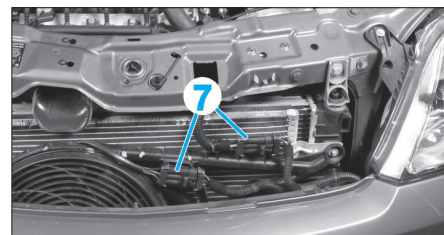

FIG. 96
- les 2 connecteurs (7) du module de refroidissement (Fig.96),